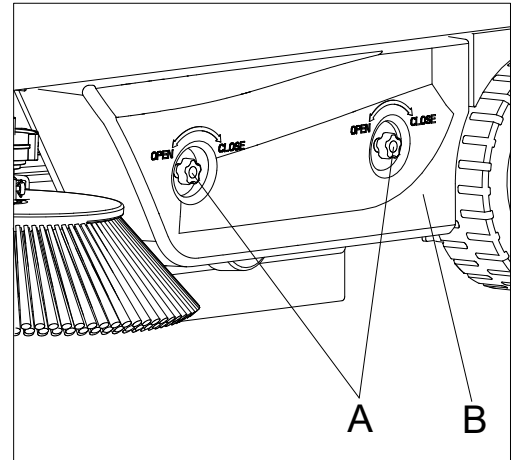

Рис. 22
3. Отверните ручки (А, рис. 22) и снимите левую крышку (В, рис. 22).
13. Установите левую крышку (В, рис. 22), затянув ручки (А, рис. 22).
4. Отверните ручки (А, рис. 22) и снимите левую крышку (В, рис. 22).